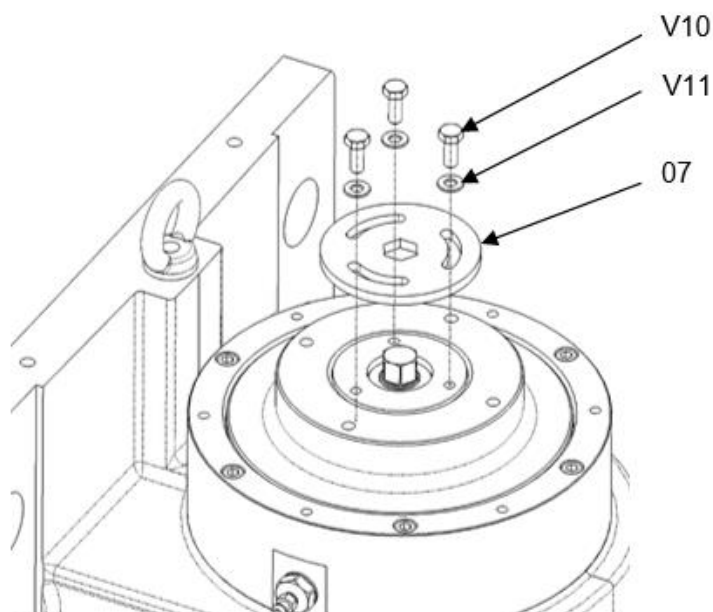

Bild 2.7
2. Entfernen die Sicherungsscheibe **07** nach dem demontieren der 3 Sechskantschrauben **V10** und der 3 Scheiben **V11** siehe Bild 2.7.